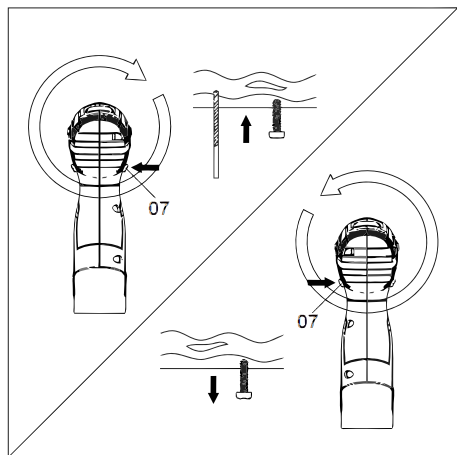
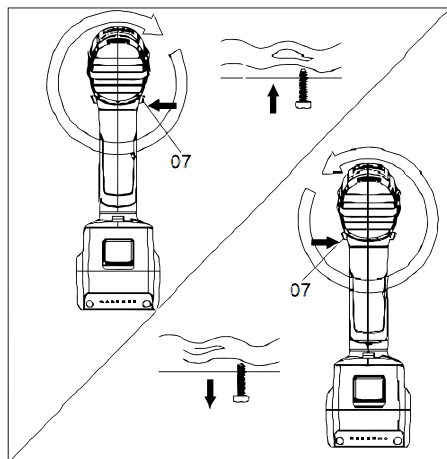

Fig. 10 – Modelo PFV 108
Fig. 11 – Modelos PFV144 e PFV180
Después de que el motor esté parado seleccione el sentido de rotación en el botón de reversión (7), según muestra la Fig. 10 y Fig. 11.
Después de la finalización de las tareas, en el depósito y también en las mantenencias del atornillador/taladro posicione el selector de sentido de rotación (7), Fig. 10 y Fig. 11, en la posición central, de esta forma el interruptor de accionamiento (4) quedará trabado en la posición apagado lo que evitará accionamientos involuntarios.